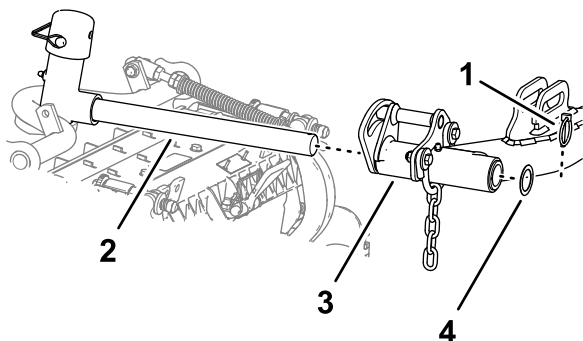

Figura 19
6. Deslice una unidad de corte debajo del brazo de elevación (Figura 19).